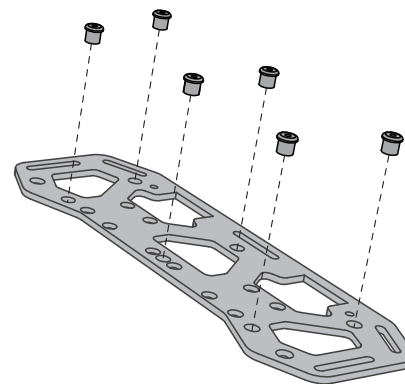

Ilustración 8: Instalación de los ojales de goma
2. Instale seis ojales de goma en cada portacarga, tal y como se muestra en la **Ilustración 8**.